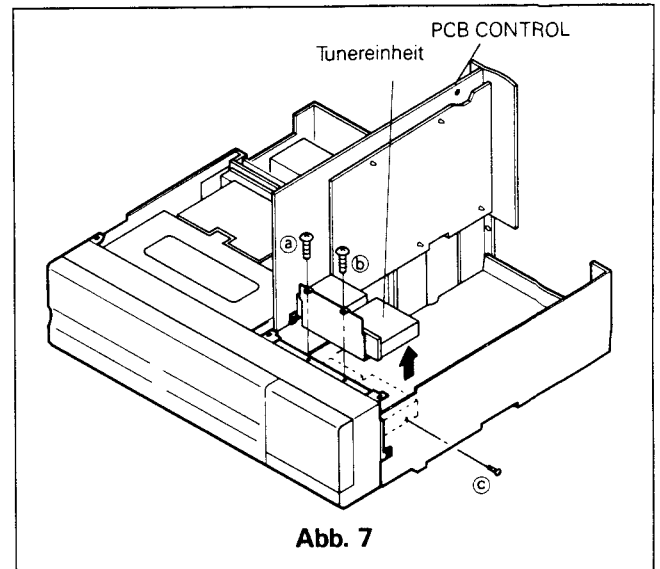

Abb. 7
- B. Entfernen Sie die zwei Schrauben (Ⓐ) und (Ⓑ) wie in Abb. 7.